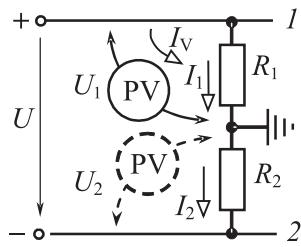

Рис. 1.9
**Задача 1.15.** Для контроля изоляции проводов двухпроводной незаземленной ЛЭП постоянного тока используется вольтметр с сопротивлением  $R_v = 50 \text{ кОм}$  (рис. 1.9). Результаты трех измерений:  $U = 220 \text{ В}$ ,  $U_1 = 60 \text{ В}$ ,  $U_2 = 40 \text{ В}$ . Определить сопротивление изоляции  $R_1$  и  $R_2$  каждого из проводов по отношению к земле.
**Решение.** По первому закону Кирхгофа (рис. 1.9)  $I_V + I_1 = I_2$